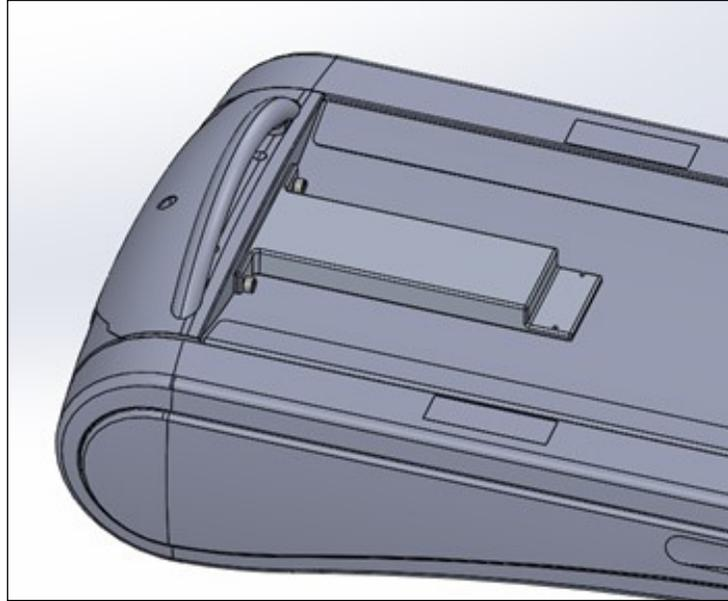

图 35
1. 使用 (2) M12 螺栓将脚端延伸装置固定到 Canon CT 床板配件上(图 35)。